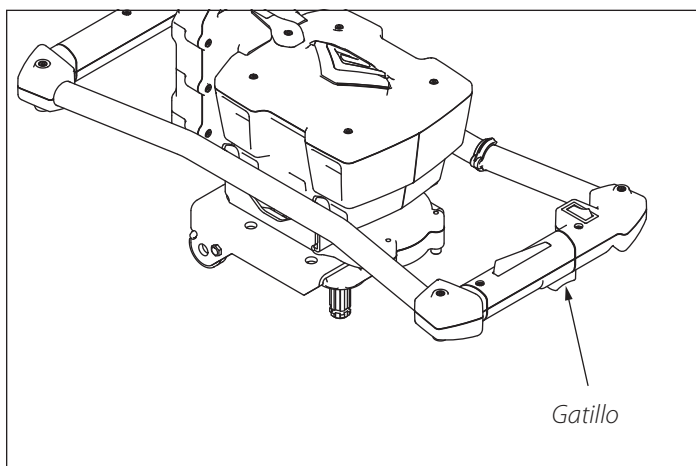

Figura 3
2. Presione la palanca de bloqueo y luego apriete el gatillo. Después de un retardo de seguridad de 1/2 segundo, la barrena comenzará a perforar. **CONSULTE LA FIGURA 3.**